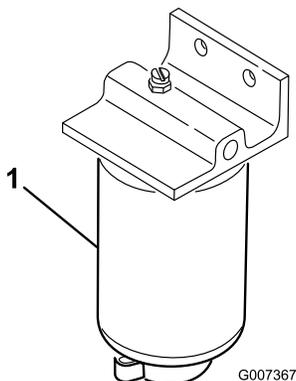

Рисунок 56
1. Подставьте под топливный фильтр чистую емкость (Рисунок 56).